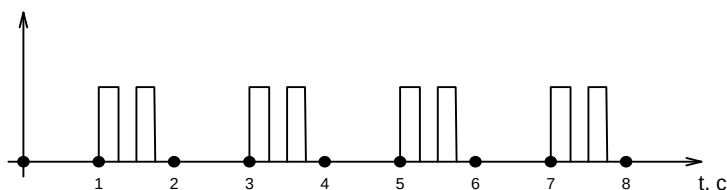

Рис. 8 Индикация установленного соединения по TCP/IP GPRS
4. Режим GPRS. После того как контроллер установил соединение по TCP/IP-GPRS индикатор мигает двойными кратковременными вспышками каждые две секунды (рис. 8).